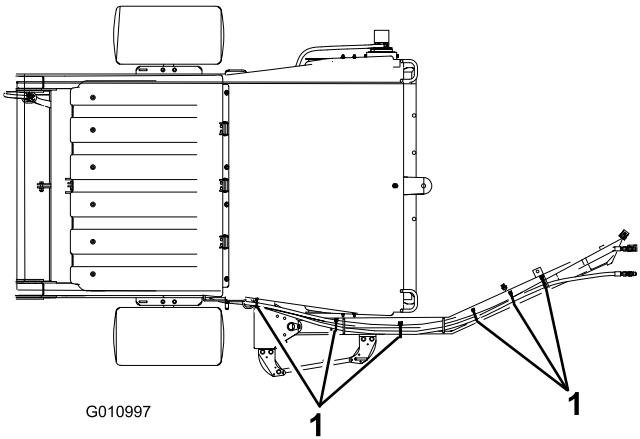
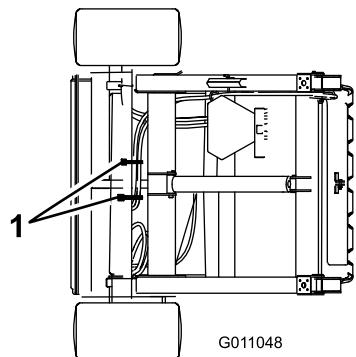

Bild 11
Bild 12
2. Befestigen Sie die Hydraulikschläuche und den Kabelbaum wie in Bild 11&Bild 12 dargestellt .